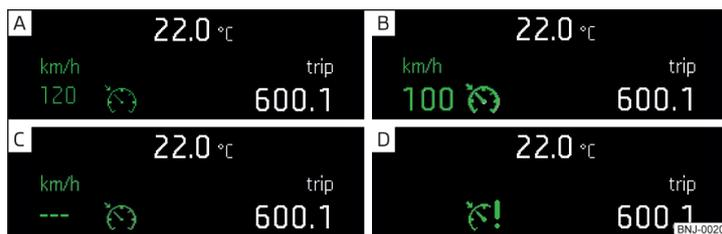
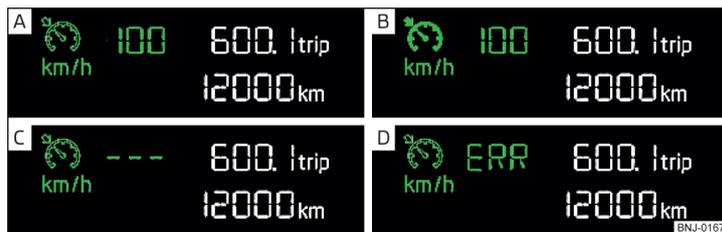

Fig. 128 Pantalla MAXI DOT: ejemplos para el indicador de estado del GRA
Fig. 129 Pantalla de segmentos: ejemplos para el indicador de estado del GRA
**Indicador de estado del GRA** » fig. 128, » fig. 129